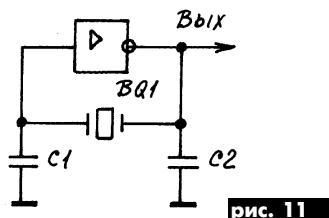

рис. 11
1. Генераторы с параллельным резонансом, или осцилляторные генераторы (**рис.11**), у которых условие баланса фаз обеспечивается за счет индуктивной реак-